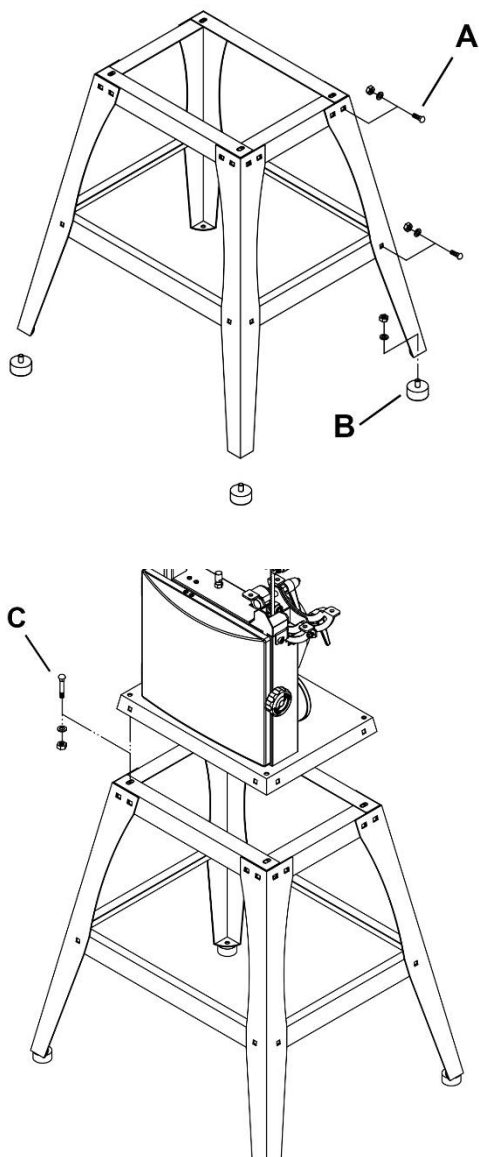

Рисунок 2
- Прикрепите уголки рамы и поперечины к ножкам с помощью болтов М8Х16 (А, рис. 2), плоских шайб 8 мм и шестигранных гаек М8 согласно рисунку ниже, **но пока не затягивайте гайки**.
- Прикрепите по одной опоре (В, Рис. 2) к каждой ножке станка и закрепите их при помощи 8 мм плоских шайб и шестигранных гаек М8.
- Установите станок на станок и закрепите его при помощи болтов М8х55 (С, Рис. 2), 8 мм плоских шайб и шестигранных гаек М8.